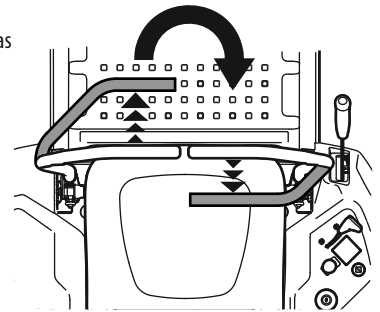

Figura 31
2. Para girar en el sentido de las agujas del reloj, mueva la palanca de control de la transmisión izquierda hacia adelante mientras mueve simultáneamente la palanca de control de la transmisión derecha hacia atrás. Consulte la Figura 31.